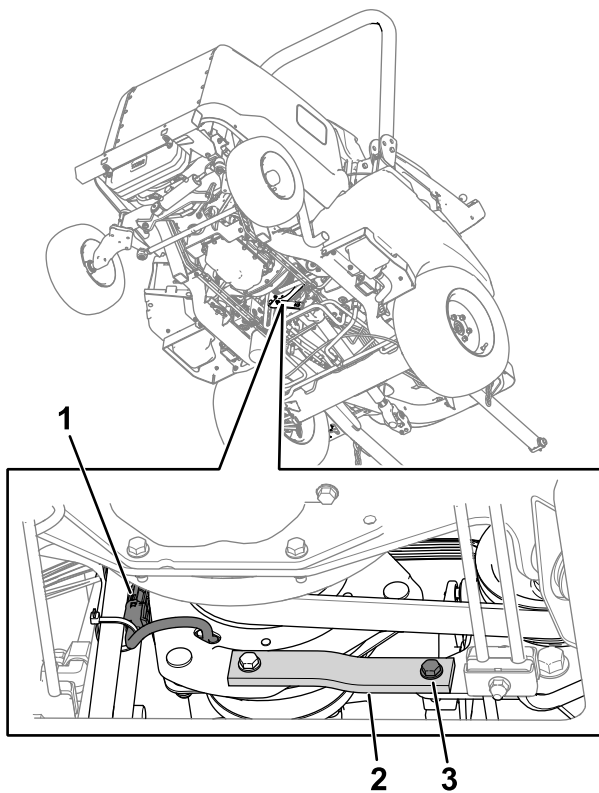

Bild 75
2. Ziehen Sie den Anschluss des Kabelbaums der Kupplung vom Maschinen-Kabelbaum ab (Bild 75).
- Entfernen Sie die Schraube, Unterlegscheibe und Mutter von den Metall- und Gummibändern (**Bild 75**) am Rahmen.